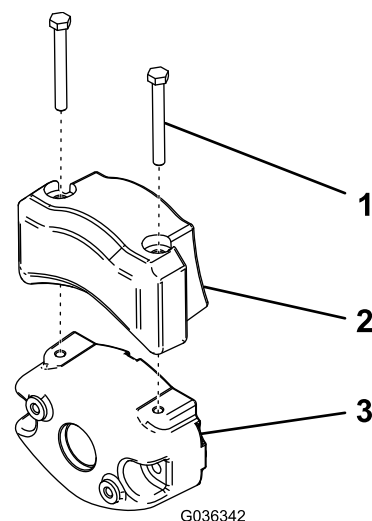

**Figure 54**
**Important:** Chaque fois que vous devez basculer l'unité de coupe, soutenez-la à l'arrière pour empêcher les écrous situés sur les vis de réglage de la barre d'appui de reposer sur la surface de travail (Figure 54).